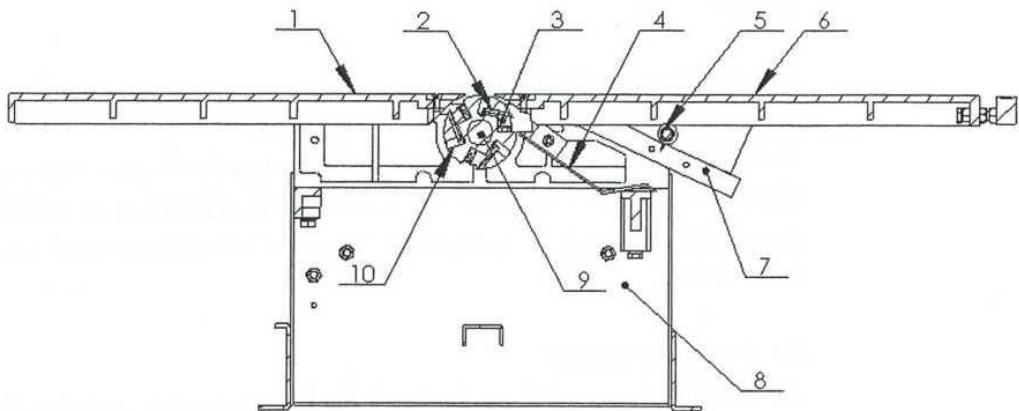

Рис. 5 Схема фуганка
- 3 Ограждение фрезерного шпинделя 4 необходимо поднять и зафиксировать после того как передний стол 6 повернут. Затем запустите станок (см. рис. 5).
Станок поставляется сразу с комплектом ножей.. Однако в случае необходимости их заточки или замены, оператор должен следовать указаниям: Выключите станок. Вытащите вилку из розетки, убедитесь, что никто случайно не сможет его запустить. Наденьте защитные перчатки. См. рис. 5, ослабьте прижимной болт 3 инструмента, вставьте отвертку в отверстие 10, вытащите инструмент 2, затем немного затяните болт 3, приложите плоскую линейку к средней части пластины на поверхности заднего стола 1. Поверните ножевой вал 9, нож 2 подвиньте к валу. Пусть нож 2 касается плоской линейки, убедитесь, что нож 2 находится над поверхностью стола на такой же высоте; сначала зафиксируйте средний болт, затем два остальных. Для завершения установки трех ножей, повторите указанные выше указания несколько раз. Поместите плоскую линейку на поверхности стола, проверьте расстояние справа и слева, поверните вал, чтобы проверить касается ли нож пластины под тем же углом, в противном случае выполните регулировку повторно.
Подготовка: выключите станок и выдерните вилку, опустите плоскость переднего стола на необходимую высоту или глубину. Соедините фальцевальную линейку с направляющим устройством и соедините последнее с основанием, как показано на рис. 5. В общем, установите направляющее устройство с правой стороны стола. Закройте ножи крышкой стола.
Выключите станок и выньте вилку из розетки. Демонтируйте диск под кожухом, ослабьте запорную планку и демонтируйте стол для резки. См. рис. 5. Вставьте отвертку в отверстие 10 шпинделя 9, чтобы застопорить его. Открутите гайку гаечным ключом и следите за тем, чтобы не повредить пластину для губы. Демонтируйте фланец, осторожно зачистите его и диск пилы, чтобы они полностью соприкасались друг с другом, установите диск на фланец, после чего смонтируйте их в сборе на шпиндель, зафиксировав двойной гайкой. После этого установите стол для резки под кожухом, одновременно устанавливая его на 0,5~1 мм выше заднего стола.
Подготовка: выключите станок, выньте вилку питания. См. рис. 5. Ослабьте и извлеките запорную планку, поверните крышку переднего стола 6, извлеките установочный штифт 16 на рис. 13, переверните крышку фрезеровочного шпинделя 4 вверх дном, замените установочный штифт 13. Демонтируйте стол для резки, установите инструмент на конец шпинделя, установите стенд со столярным долотом на подставку, отрегулируйте его по высоте заготовки и отрегулируйте центральную линию заготовки с осью инструментального шпинделя в одной и той же горизонтальной плоскости. Зафиксируйте стенд и отрегулируйте лист для установки так, чтобы базисные плоскости заготовки плотно прилегали к стенду.